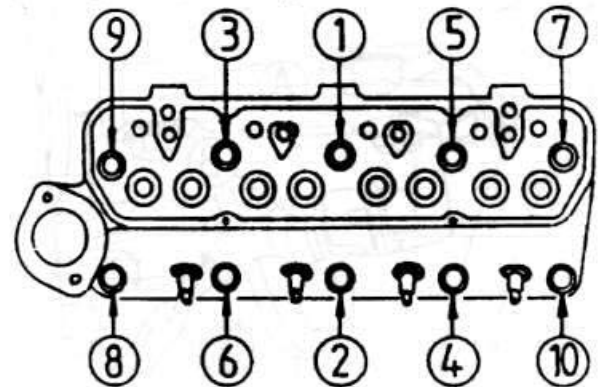

Рис. 2.14
- ♦ Отвинтите болты крепления головки блока в последовательности обратной, нежели показано на рис. 2.14. Отвинчивание производите в несколько этапов.